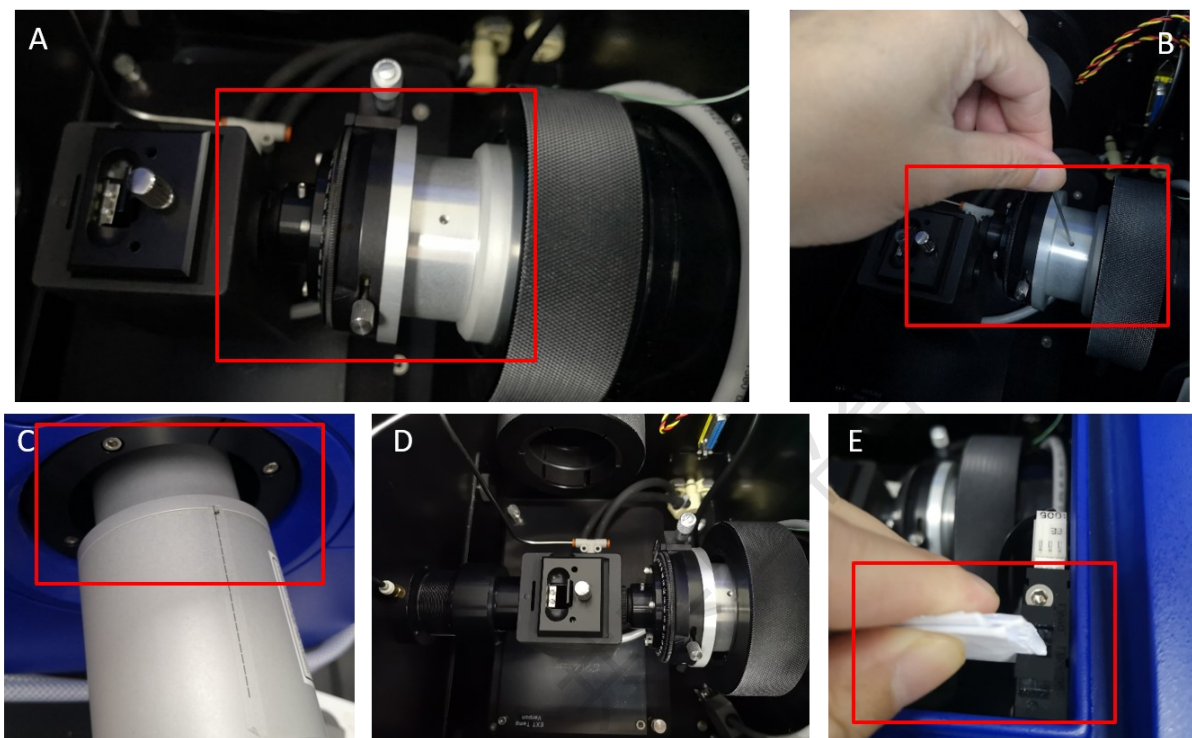

图 6-33 ORD 附件的安装
将液体支架的水管和气管都拆除，将右边与检测器连接的部分拿出，ORD 附件按上图所示放入此位置，将检测器从右边的口插入至 ORD 附件的接口上，用小六角螺丝刀旋紧将检测器和 ORD 附件固定（图 6-33 B），检测器仍然会有少部分不能完全插入仪器中是正常的（图 6-33 C）
(9) 打开左上 Signal 的图，调零值
(10) 打开样品仓，盖子边角上用一张纸放入（图 6-33 E），调零才能激活